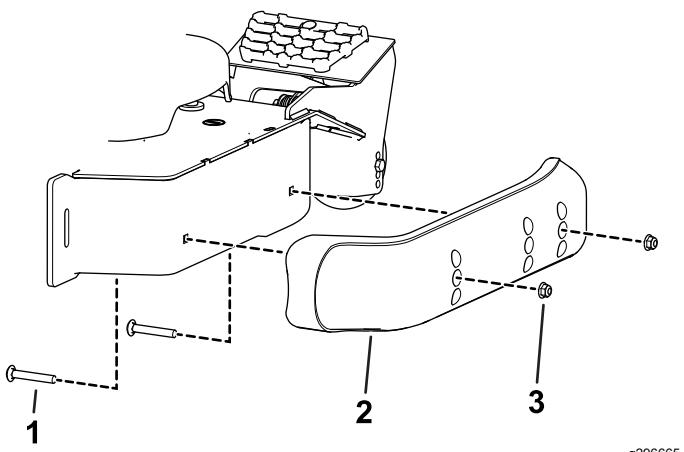

图 14
- 将防滑块移到所需位置并用凸缘头螺栓和螺母将其固定到滚刀组 图 14。